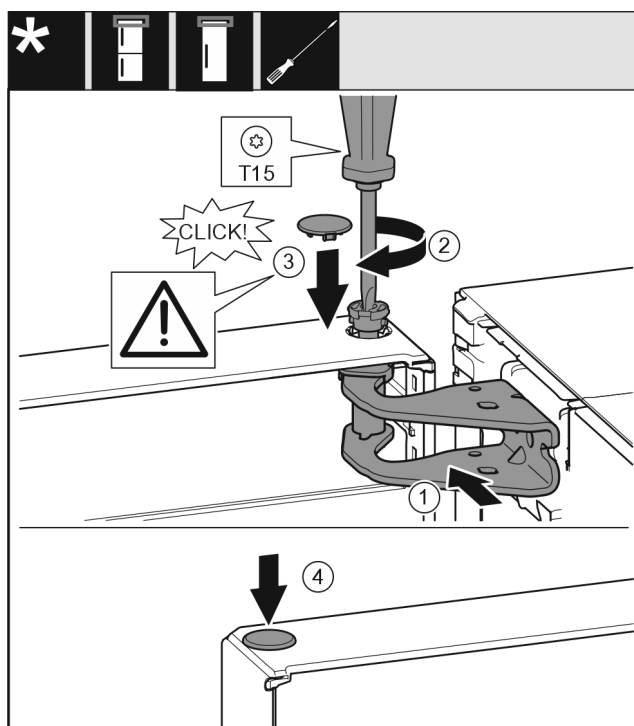

Fig. 21
- Выровняйте дверь вверх по отверстию в опорном кронштейне. Fig. 21 (1)
- Вставьте палец Fig. 21 (2) и затяните отверткой.
- Установите предохранительную крышку Fig. 21 (3) для защиты двери: вставьте предохранительную крышку и проверьте, прилегает ли она к двери. В ином случае вставьте палец полностью.
► Вставьте заглушку Fig. 21 (4).